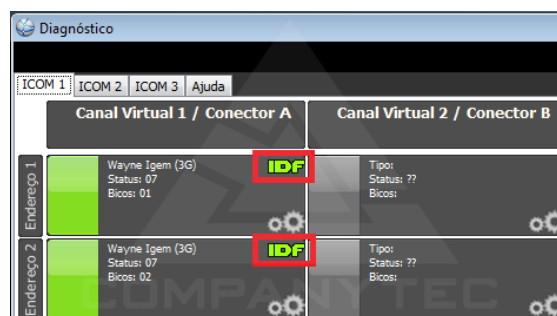

Figura 11 - Status da Comunicação HRSConsole
- Verifique através da janela “Diagnóstico” se o leitor Ibutton está comunicando através da indicação do “IDF”, conforme Figura 11 - Status da Comunicação.